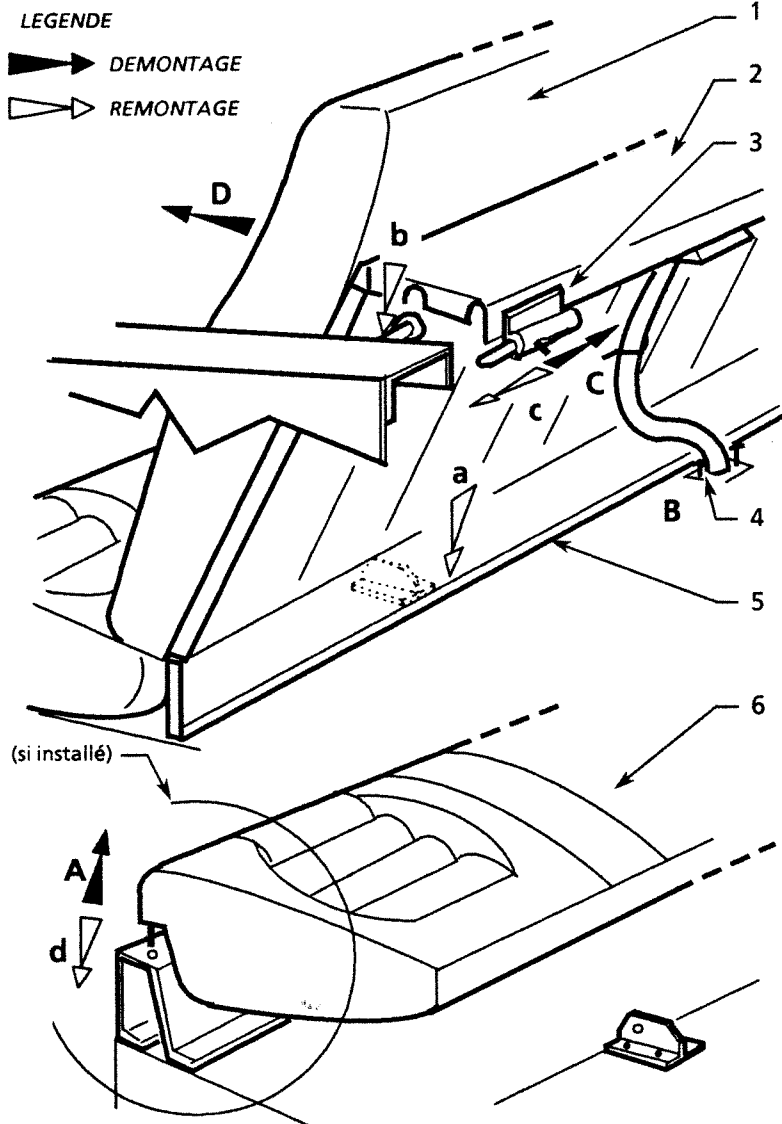

Figure 6.1 - DEMONTAGE REMONTAGE BANQUETTE AR
Pour déposer la banquette AR. : Voir Figure 6.1 (A, B, C, D)
*Les procédures de repose - voir Figure 6.1 (a, b, c, d) de la banquette AR. doivent s'effectuer dans le sens inverse des opérations de dépose.*